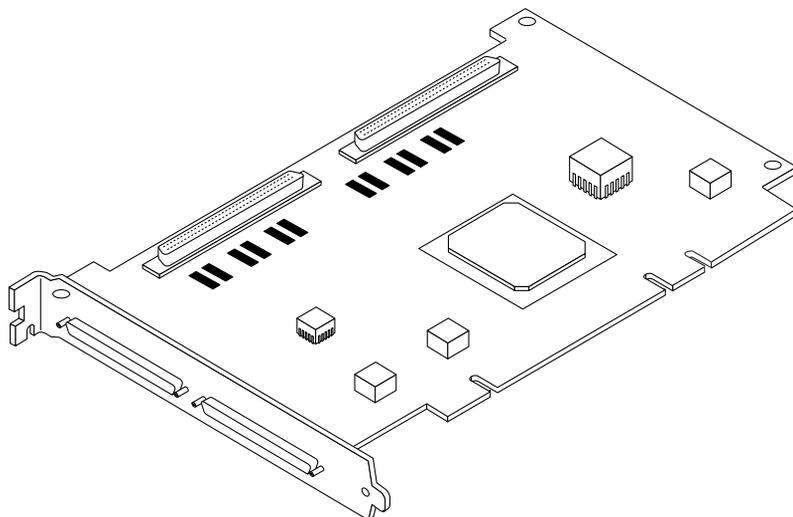

图 1-1 Sun StorEdge PCI/PCI-X Dual Ultra320 SCSI 主机适配器
- Sun StorEdge PCI/PCI-X Dual Ultra320 SCSI 主机适配器（图 1-1）
在此示例中，第一个 SCSI 端口 (`scsi@2`) 连接了一个磁盘驱动器 (Target 0)。第二个 SCSI 端口 (`scsi@2,1`) 也连接了一个磁盘驱动器 (Target 0)。在图 1-1 中的主机适配器的图解中，第一个 SCSI 端口标记为“通道 A”；第二个 SCSI 端口标记为“通道 B”。